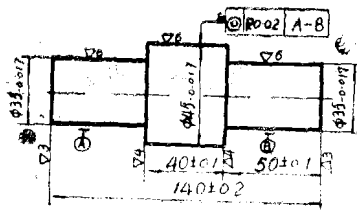

图1—15 阶梯轴
70、如图 1—15 所示的阶梯轴，毛坯由锻造而成， $\phi 45_{-0.017}^{+0.017}$ 对 $\phi 35_{-0.017}^{+0.017}$ 具有不同轴度为 1.5 毫米，钢的强度 $\sigma_b = 75$ 公斤/毫米²，所用车刀 Y T 15， $\gamma = 0^\circ$ ， $\phi = 75^\circ$ ，系统刚度为 2500 公斤/毫米，如果用 $S = 1$ 毫米/转， $V = 100$ 米/分， $C_p = 170$ 。则一次走刀能否达到不同轴度要求？如果与其要求不符，又如何解决？